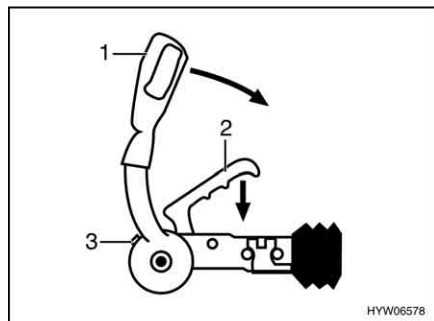

Fig. 3 Gancio di sicurezza AKS 3004
- Tirare in su la leva di stabilizzazione (Fig. 3,1) fino all'arresto.
- Tirare la maniglia del gancio (Fig. 3,2) verso l'alto.
- Eseguire un controllo a vista: Il cilindro verde dell'indicazione di sicurezza (Fig. 3,3) deve essere ben visibile.
- Attivare il dispositivo di stabilizzazione. A tal fine premere la leva di stabilizzazione (Fig. 3,1) verso il basso fino all'arresto.